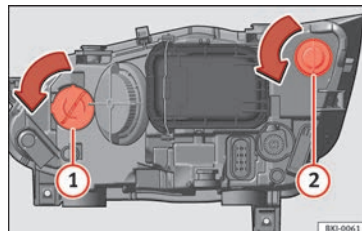

Fig. 112 Nel vano motore: lampadina dell'indicatore di direzione ① e lampadina della luce DRL (luce diurna) ②.
- Ruotare il portalamпада » **fig. 112** ① o ② verso sinistra e tirare.